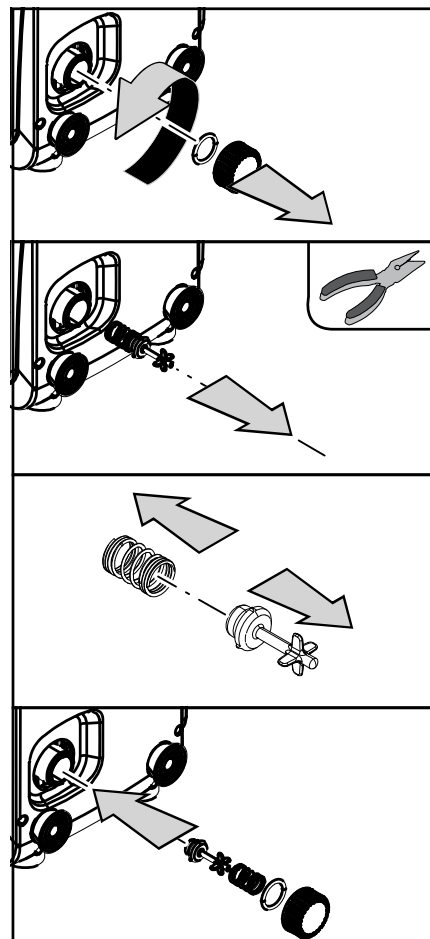

Abbildung 19
3. den Auslassdeckel an der Seite E abnehmen, ohne den O-Ring fallen zu lassen (Abb. 19);